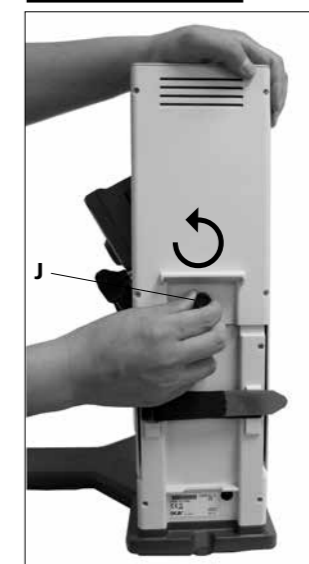

Fig. 8
2.) Entfernen der Transportsicherung. (Fig. 8)